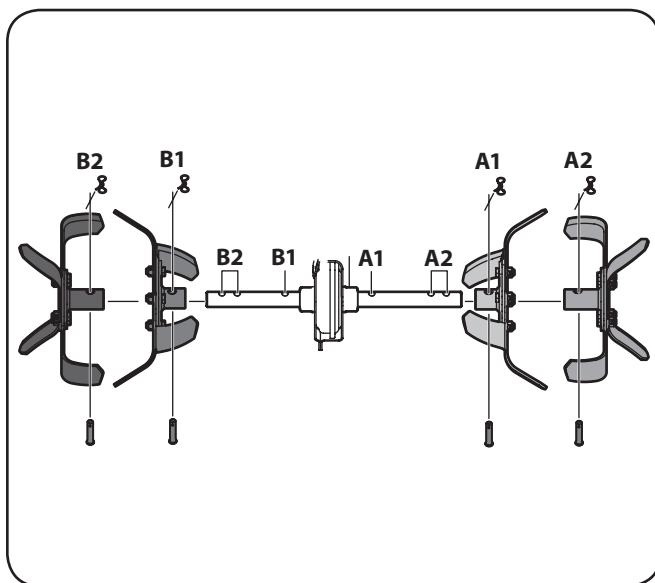

Figura 3-1
2. Usando cuatro pasadores de horquilla y cuatro chavetas de la bolsa manual, instalar los dientes en el eje de los dientes interiores primero, luego los brazos exteriores y exactamente como se muestra en la Figura 3-1.